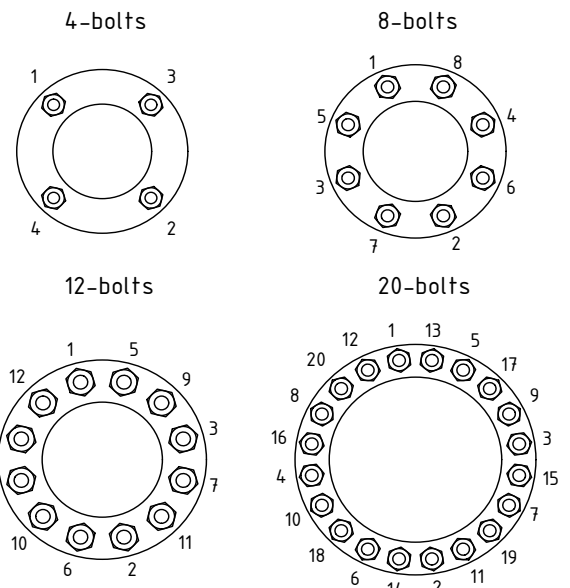

图 7
20. 在阀体的凹槽中安装螺旋形的阀体垫圈 (5)。
21. 将阀体 (#1) 和阀尾 (#2) 连接起来 (两侧的字母朝向相同), 按图 7 中所示的交叉模式安装并拧紧阀体螺柱螺母。